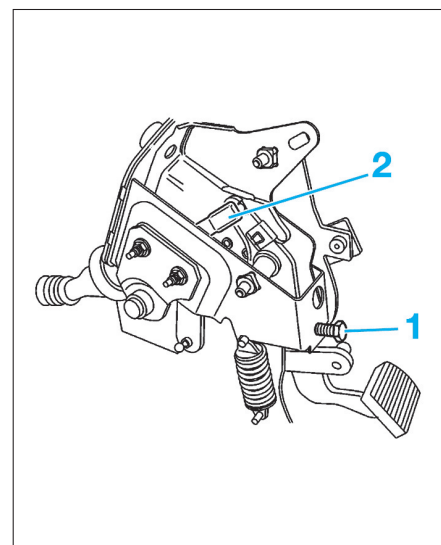

Fig. 4
- Tirer sur l'extrémité du câble d'embrayage puis dégager celui-ci du levier de commande. S'il est difficile à enlever, dévisser la vis (1) pour créer un léger jeu à la pédale (Fig.4).
- Déposer la chape (2) de la pédale d'embrayage.